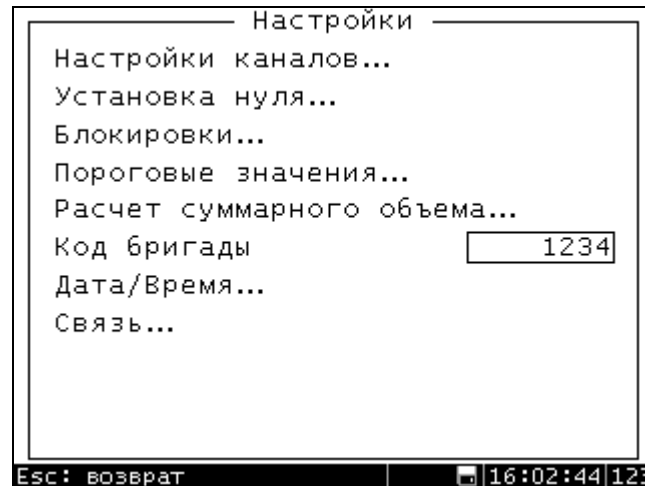

Рис. 8. Меню "Настройки..." прибора ИВЭ-50 модели 311.
2.3.3.5.2 Меню "Настройки..." (рис. 8). Для доступа ко всем пунктам главного меню требуется ввести пин-код уровня Pin2 (уровень специалиста службы КиП). Во время эксплуатации в бригаде достаточно уровня доступа Pin1 (уровень бурового мастера).